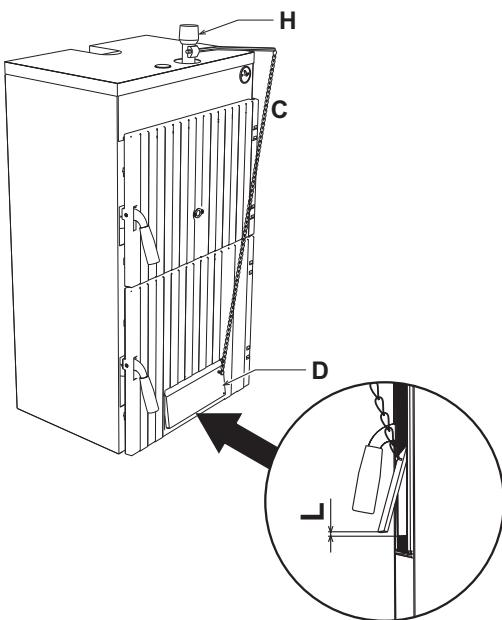

рис. 2 - Монтаж
2. Установите терmostатический регулятор "H" рис. 2.
4. С помощью предусмотренного для этой цели винта регулируйте дверцу воздухозаборника так, чтобы при опущенной дверце величина зазора для прохода воздуха составляла 1-2 мм, но не более. При холодном котле поставьте термостат на 60°. Прикрепите цепочку "C" к проушине "D" дверцы воздухозаборника и регулируйте ее длину так, чтобы зазор для прохода воздуха "L" (рис. 2) составлял около 15 мм при использовании каменного угля "соке III" и 2 мм при использовании древесного топлива.
С помощью предусмотренного для этой цели винта регулируйте дверцу воздухозаборника так, чтобы при опущенной дверце величина зазора для прохода воздуха составляла 1 - 2 мм, но не более. При холодном котле поставьте терmostат на 60°. Прикрепите цепочку к проушине дверцы воздухозаборника и регулируйте ее дину так, чтобы зазор для прохода воздуха "L" (рис. 2) составлял около 15 мм при использовании каменного угля "coke III" и 2 мм при использовании древесного топлива.